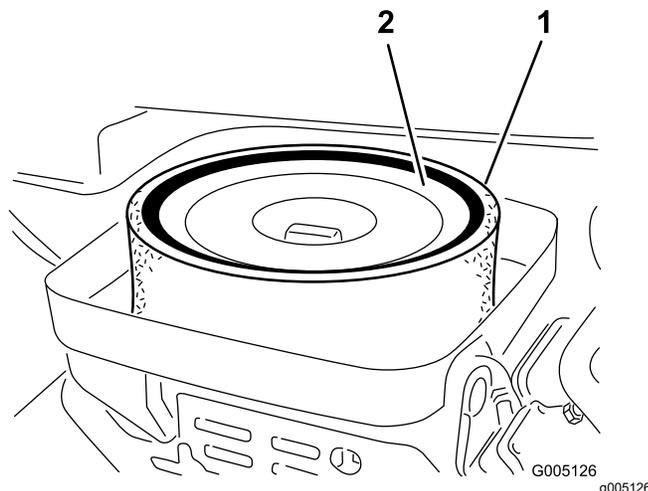

Figure 39
3. Enlevez l'écrou à oreilles qui fixe les éléments au boîtier du filtre à air (Figure 39).
4. Si l'élément en mousse est encrassé, sortez-le de l'élément en papier (Figure 39). Nettoyez-le soigneusement comme suit :